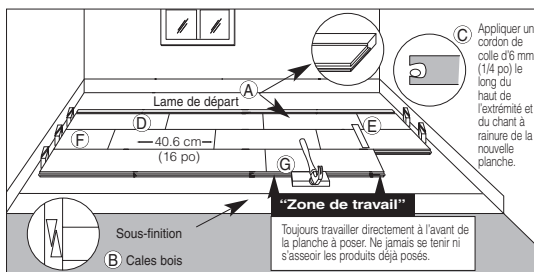

Figure 15
- Choisir la première planche. Toutes les installations doivent commencer avec le chant à rainure contre le mur et les plus longues planches à sa disposition. Appliquer un cordon continu de colle de 6 mm (1/4 po) le long du bas à l'intérieur de la rainure, à l'extrémité de la planche. Ne pas apposer maintenant de colle sur le côté à rainure (Article C, Figure 15). Les produits avec languette d'extrémité à gauche doivent être installés de droite à gauche; dans le cas opposé, ils doivent être installés de gauche à droite (Article D, Figure 15). Si une planche d'essai est utilisée, NE PAS y coller la première rangée.
- Terminer la première rangée. Couper la dernière planche en laissant 13 mm (1/2 po) entre le mur et le plancher. (Se servir de l'autre extrémité de la planche coupée comme planche de départ pour toute rangée après la troisième rangée.) Installer une cale à l'extrémité de la planche entre le plancher en bois et le mur en laissant une zone de dilatation de 13 mm (1/2 po). Éviter d'installer des planches de longueur inférieure à 41 cm (16 po) dans les quatre premières rangées (Article F, Figure 15).
- Se servir d'un pied-de-biche pour ramener en place la dernière planche à partir de l'autre bout. Installer des cales dans l'espace libre et serrer (Article B, Figure 15).
long du bas à l'intérieur de la rainure, à l'extrémité et sur le chant de la prochaine planche et installer cette dernière. Lors de l'installation de ces planches ensemble, utiliser une cale de frappe contre la languette et non contre la rainure (Article G, Figure 15). Taper légèrement sur ces planches à l'aide d'un marteau et de la cale de frappe pour les mettre en place. NE PAS taper directement avec un marteau sur le chant. Terminer la deuxième à la quatrième rangée en suivant cette technique. Insérer au besoin des cales aux extrémités pour limiter le mouvement du plancher.